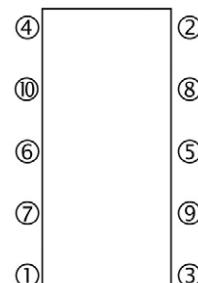

Abb. 11
- Die Spannstangen gründlich säubern und fetten, einsetzen und die Muttern gleichmäßig kreuzweise anziehen (in umgekehrter Ausbaureihenfolge, siehe Abb. 11), bis der richtige Abstand zwischen den Platten vorliegt. Vergewissern Sie sich, dass der Abstand rund um die Platten gleich ist.